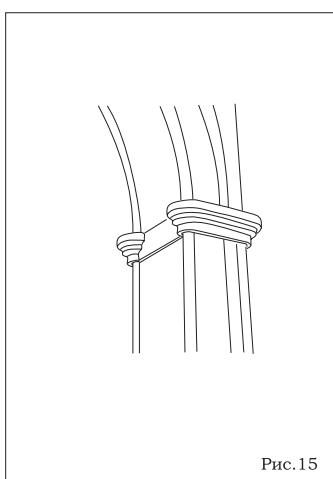
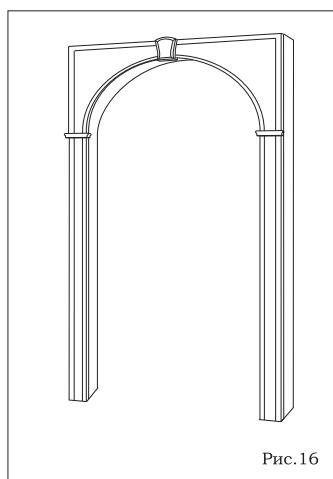

Рис.15
Рис.16
- 3 Вставьте стыковочную планку, входящую в комплект имposta, в пазы импоста. Она должна плотно войти и скрыть стык между пластиналами. Рис. 15. Если Вы приобрели декоративные замки, то их необходимо приклеить на верх арочного элемента, чтобы они скрыли стык. Рис. 16.